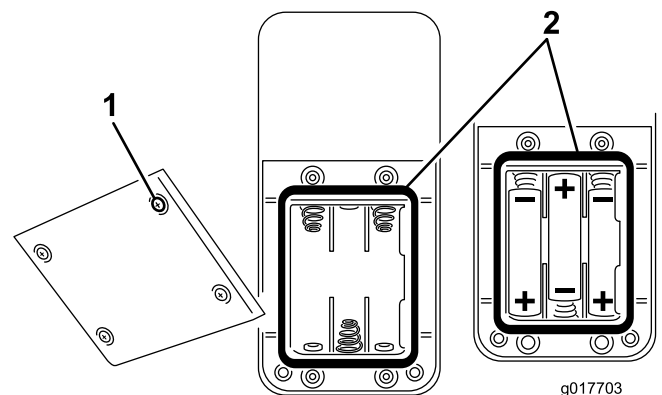

Bild 40
2. Legen Sie drei neue AAA-Batterien ein, wenn Sie Batterien in ein leeres Batteriefach einsetzen. Achten Sie auf die Ausrichtung der Batterien, wie in Bild 40 dargestellt.
3. Wenn Sie alte Batterien auswechseln, entfernen Sie die alten Batterien und legen drei neue AAA-Batterien ein. Achten Sie auf die Ausrichtung der Batterien, wie in Bild 40 dargestellt.